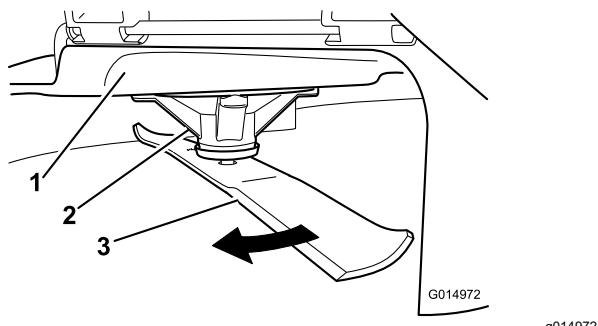

Figura 73
2. Llevando guantes fuertemente acolchados u otro tipo de protección apropiada para las manos, gire la cuchilla lentamente hasta una posición que permita medir la distancia entre el filo de corte y la superficie nivelada en la que descansa la máquina (**Figura 73**).